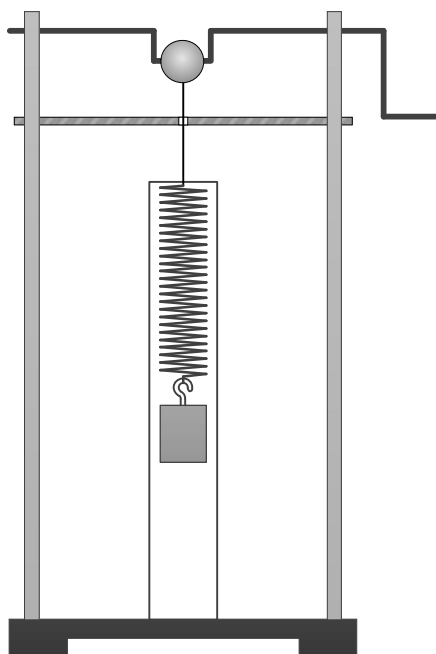

Рис. 10
1. Для демонстрації вимушених коливань використовують прилад, зображений на рис. 10. Спочатку покажіть вільні коливання вантажу на пружині. Для цього поштовхом виведіть вантаж з положення рівноваги. Приблизно оцініть період (чи частоту) вільних коливань. Потім продемонструйте вимушені коливання, рівномірно обертаючи ручку приладу з невеликою частотою (меншою частоти вільних коливань вантажу). Вимушені коливання встановлюються не відразу, а лише через певний час, який називають часом встановлення режиму. При обертанні ручки приладу кулька дає можливість реєструвати частоту зовнішньої періодичної сили. Спостереження повинні приводити до висновку, що частота вимушених коливань дорівнює частоті зовнішньої періодичної сили.